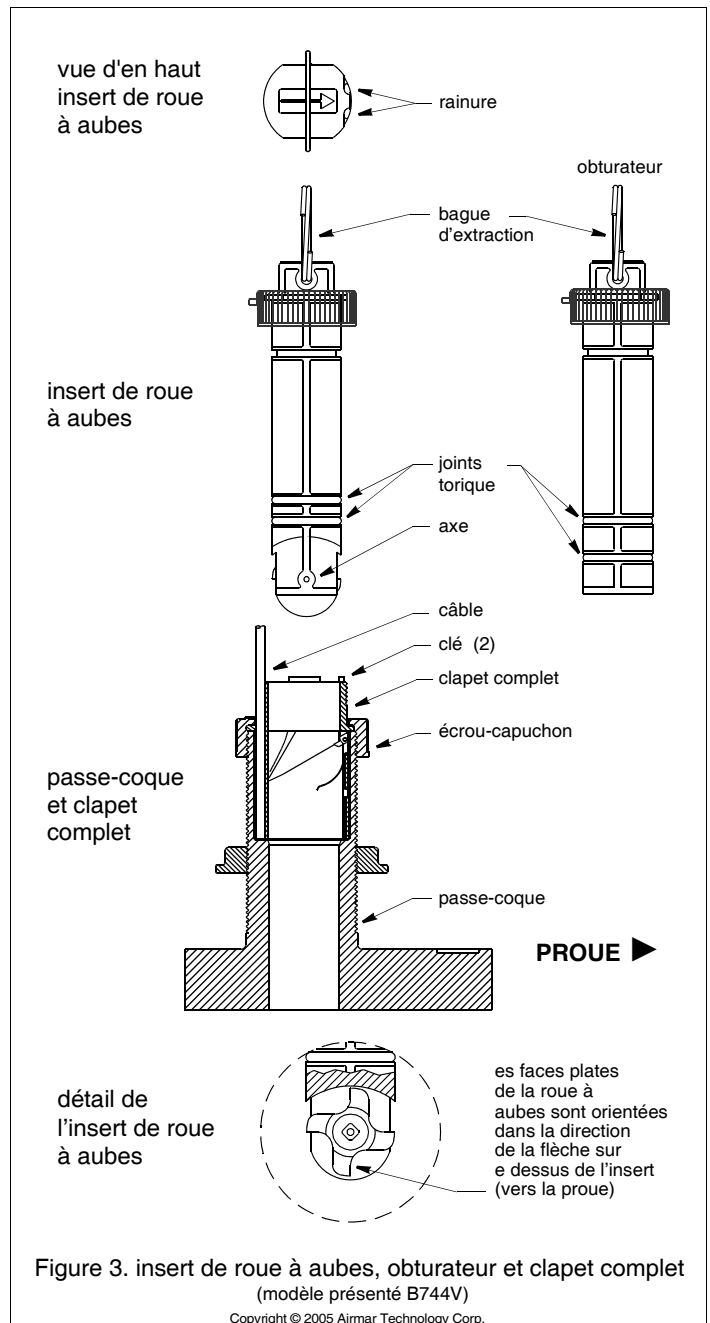

Figure 3. insert de roue à aubes, obturateur et clapet complet (modèle présenté B744V)
1. Pendant le durcissement du mastic d'étanchéité, inspectez les joints toriques de l'insert roue à aube (remplacez-les si nécessaire) et lubrifiez-les avec la graisse silicone fournie (voir Figure 3). Les joints toriques doivent être intacts et bien lubrifiés pour garantir l'étanchéité de la sonde.
1. Inspectez les joints toriques de l'obturateur et remplacez-les si nécessaire, lubrifiez-les avec la graisse silicone fournie ou du gel de paraffine (Vaseline®) (voir Figure 3). Les joints toriques doivent être intacts et bien lubrifiés pour assurer une parfaite étanchéité.
4. Insérez l'obturateur dans le tube passe-coque. Insérez l'obturateur avec un mouvement tournant jusqu'à ce que les ergots s'insèrent dans les rainures (voir Figure 3). Vissez l'écrou d'INSERT et **serrez uniquement à la main.** Veillez à ne pas serrer exagérément.
3. Séparez l'insert roue à aubes du clapet en dévissant l'écrou d'INSERT (voir Figure 3). Saisissez l'anneau d'extraction et tirez lentement vers le haut.
5. Pour réinstaller le clapet complet, contrôlez l'état des joints toriques de l'insert roue à aubes (remplacez si nécessaire) et lubrifiez-les avec de la graisse silicone ou de la vaseline® (voir Figure 3). Les joints toriques doivent être intacts et bien lubrifiés pour assurer une parfaite étanchéité.
1. Chassez l'axe de roue à aubes sur 6 mm (1/4") environ à l'aide de l'axe neuf. Munissez-vous de pinces pour terminer l'extraction de l'axe (voir Figure 3).